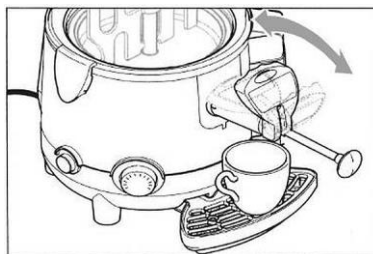

Рис. 11
1. Перед очисткой необходимо опорожнить резервуар при включенном приборе, запустив рычаг сливного крана (рис. 11).